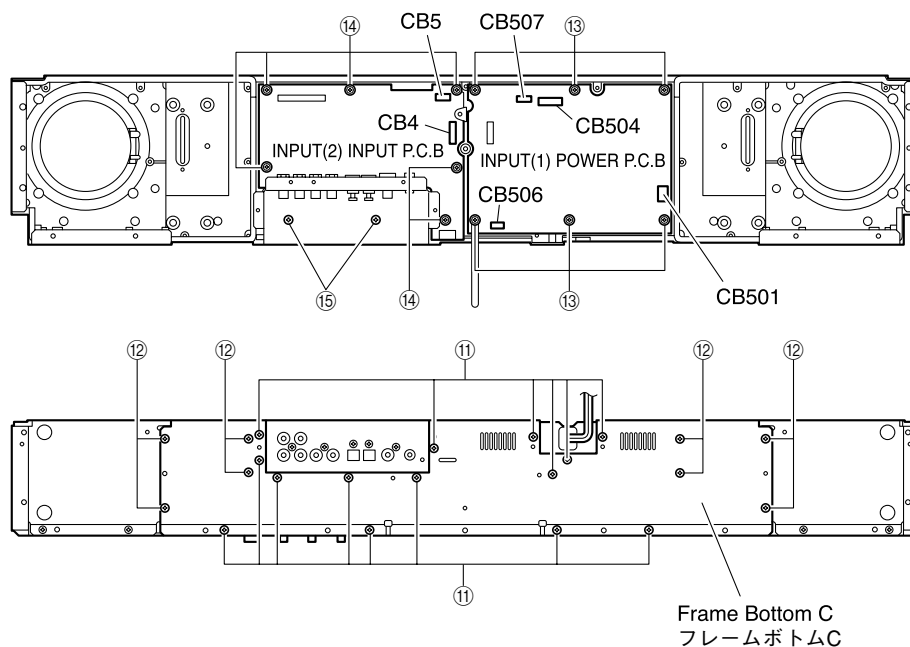
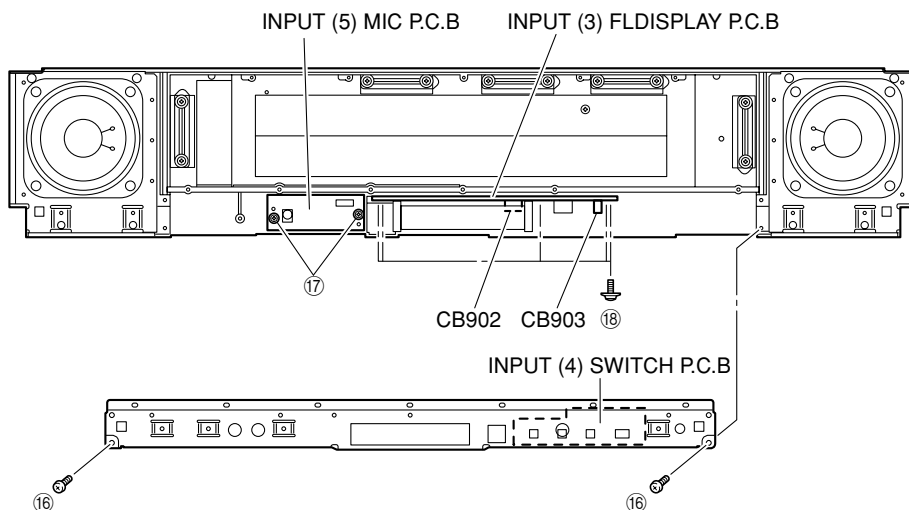

Fig. 4
Fig. 5
- a. Remove 14 screws (11) and 8 screws (12). (Fig. 4)
- b. Remove connector CB501. (Fig. 4)
- c. Remove the Frame Bottom C. (Fig. 4)
- a. ⑪のネジ14本、⑫のネジ8本を外します。(Fig. 4)
- b. コネクターCB501を外します。(Fig. 4)
- c. フレームボトムCを取り外します。(Fig. 4)
**10. Removal of INPUT (1) POWER P.C.B.**
- a. Remove connectors CB4, CB504, CB506 and CB507. (Fig. 4)
- b. Remove 6 screws (13). (Fig. 4)
- c. Remove the INPUT (1) POWER P.C.B.. (Fig. 4)
- a. コネクターCB4、CB504、CB506、CB507を外します。(Fig. 4)
- b. ⑬のネジ6本を外します。(Fig. 4)
- c. INPUT(1)POWER P.C.B.を取り外します。(Fig. 4)
**11. Removal of INPUT(2) INPUT P.C.B.**
- Remove connector CB5. (Fig. 4)
- Remove 6 screws (14) and 2 screws (15). (Fig. 4)
- Remove the INPUT (2) INPUT P.C.B.. (Fig. 4)
- コネクタ-CB5を外します。(Fig. 4)
- 14のネジ6本, 15のネジ2本を外します。(Fig. 4)
- INPUT(2)INPUT P.C.B.を取り外します。(Fig. 4)
**12. Removal of INPUT (4) SWITCH P.C.B.**
- Remove connector CB903. (Fig. 5)
- Remove 2 screws (16). (Fig. 5)
- Remove the INPUT (4) SWITCH P.C.B.. (Fig. 5)
- コネクタ-CB903を外します。(Fig. 5)
- 16のネジ2本を外します。(Fig. 5)
- INPUT(4)SWITCH P.C.B.を取り外します。(Fig. 5)
**13. Removal of INPUT (5) MIC P.C.B.**
- Remove 2 screws (17). (Fig. 5)
- Remove the INPUT (5) MIC P.C.B.. (Fig. 5)